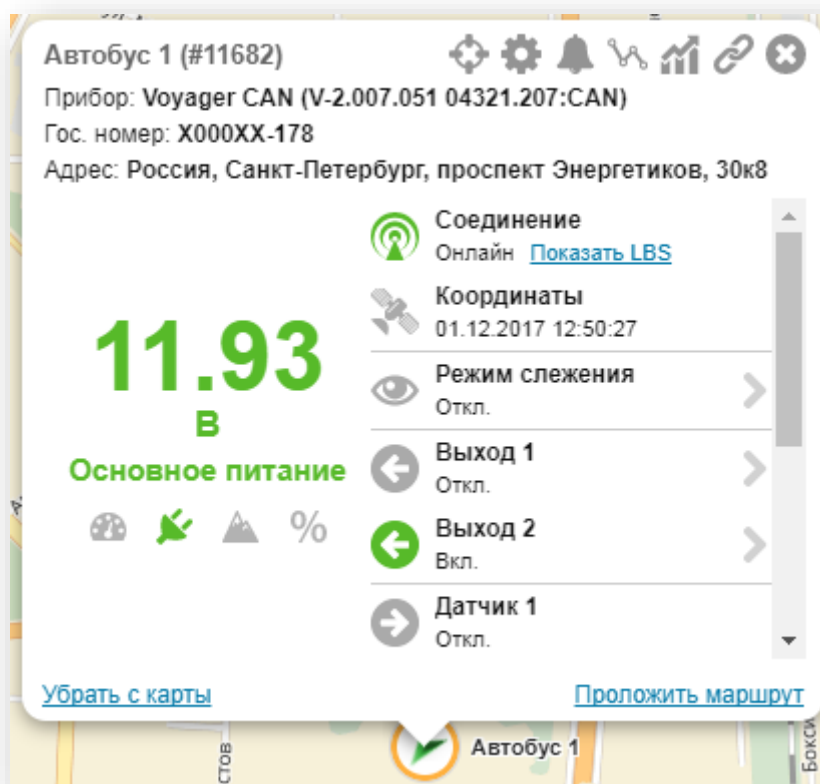

Рисунок 30. Выноска объекта
На выноску мобильного объекта (рис. 30) выводится следующая информация:
- Входы (датчик 1 на рис. 30). Используются для контроля состояния подключённых к прибору систем. Если название входа в карточке объекта не указано, индикатор не отображается. Включение входа обозначается зелёным индикатором;